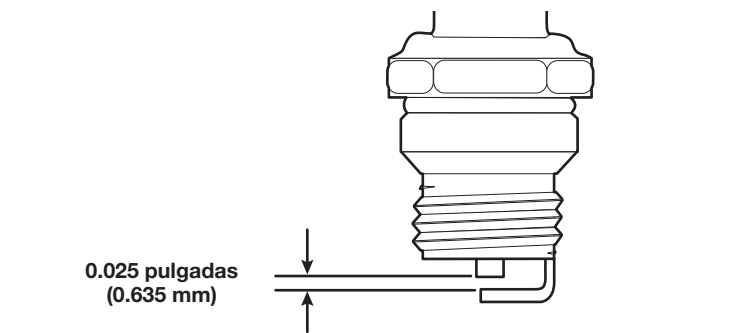

Fig. 30
4. Use un calibrador de separación para ajustar una separación de aire de **0.025 pulgadas (0.635 mm)** (Fig. 30).